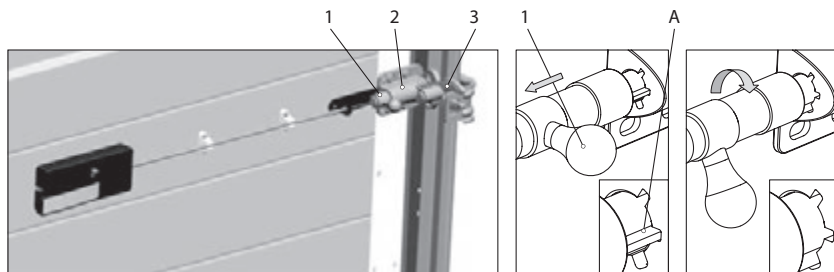

Рис. 3. Перевод запирающего устройства в постоянно разблокированное положение
- выдвинуть подпружиненный палец (1) из корпуса (2) и повернуть его до вхождения выступа (А) в один из боковых пазов корпуса (рис.3);
- проверить свободный ход вилки (3) в любом положении нажимной ручки.